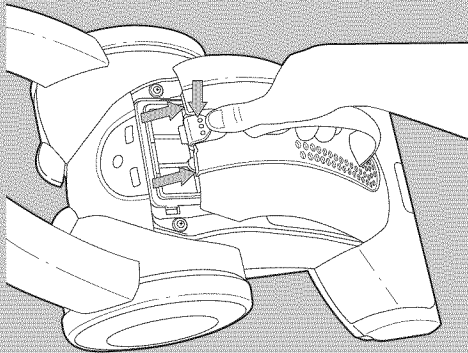

Fig. 6
- 15 **If the cleaner is plugged in but the cleaner will not turn on** and no indicators illuminate, check to ensure that the bag cover (Fig. 6) is securely in place. If it is not, latch it correctly and turn on the cleaner.
- 17 Push the bag cover latch and remove the cover as shown (Fig. 6).
- 15 **Si l'aspirateur est prisé mais ne s'allume pas** et si aucun témoin ne s'allume, vérifiez que le couvercle de sac (Fig. 6) est bien assujéti en place. S'il ne l'est pas, verrouillez-le correctement et allumez l'aspirateur.
- 17 Poussez le verrou du couvercle de sac et retirez-le de la manière illustrée (Fig. 6).
- 15 **Si la aspiradora está enchufada pero no se enciende** y no se iluminan los indicadores, verifique que la cubierta de la bolsa (Fig. 6) esté firmemente colocada en su sitio.
- 17 Presione la traba de la cubierta de la bolsa y retire la cubierta como se muestra (Fig. 6).